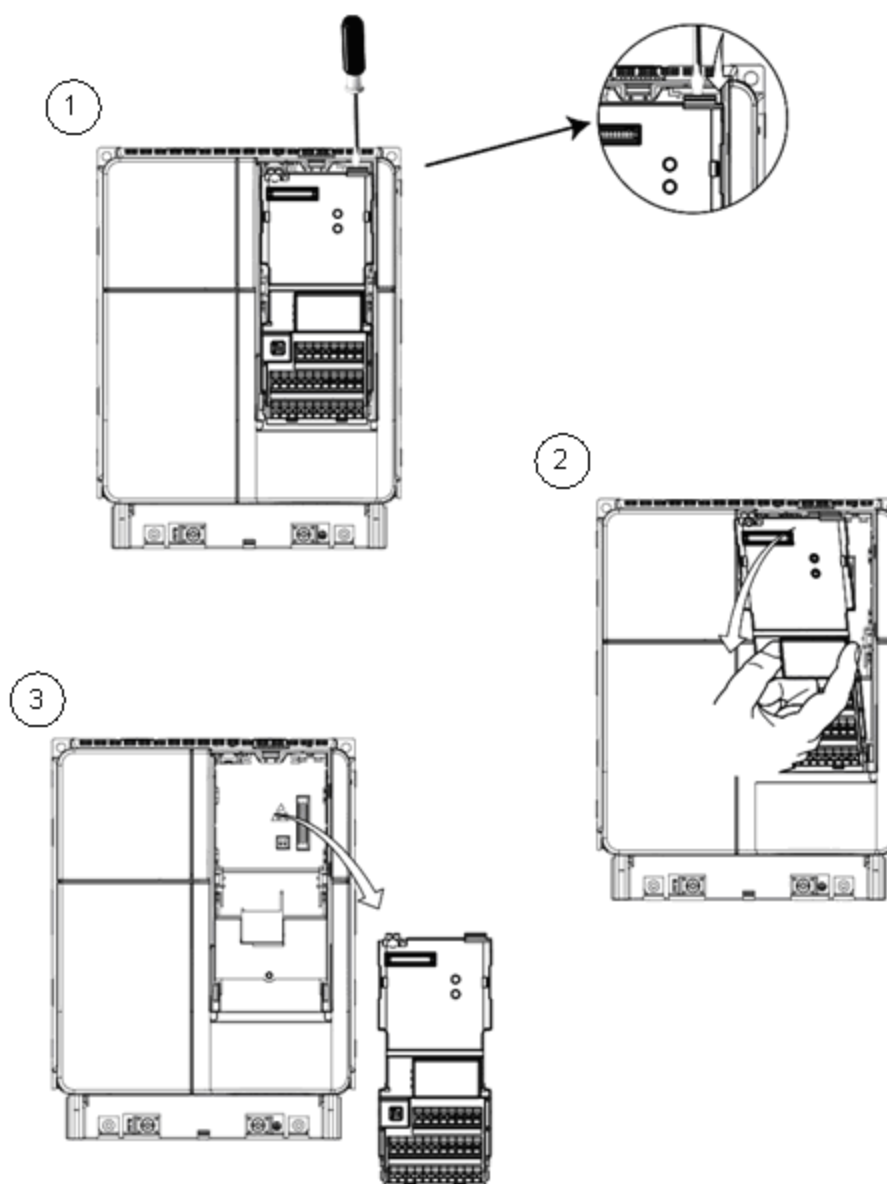

Рис. 9-2 Замена платы управляющего интерфейса (Тип F)
3. Этапы снятия ПУИ пронумерованы в соответствии с рис. 9.2
3. ПУИ можно извлечь из выдвижного блока электроники в соответствии с рис. 9.2
3. ПУИ можно извлечь из выдвигаемого блока электроники в соответствии с рис. 9.2